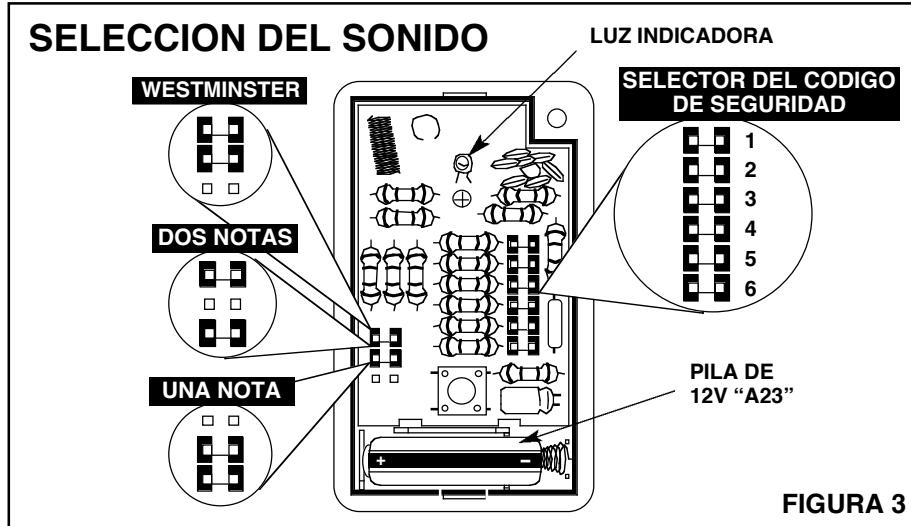

FIGURA 3
##### Vea la Figura 3.
- Seleccione el sonido deseado según se muestra en la figura 3.